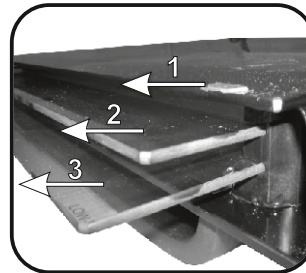

Figura 6
- ****Para fornos pirólíticos, por favor remova também o segundo e terceiro vidros (figura 6)**